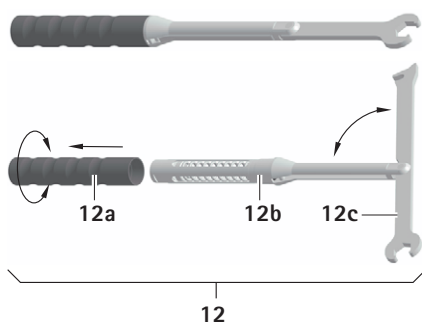

Рис. 3
- Надвиньте ручку 12а в направлении, противоположном направлению стрелки, и навинтите ее, см. Рис. 3.